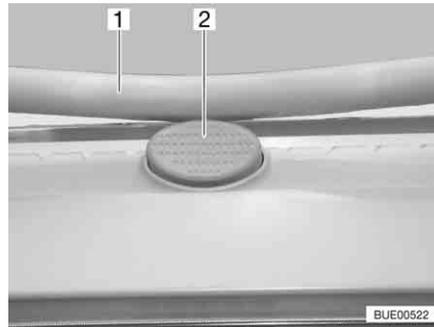

Fig. 110 Botón de seguridad en la claraboya Heki
- Pulsar el botón de seguridad (Fig. 110,2) y tirar la horquilla (Fig. 110,1) hacia abajo con ambas manos.
- Presionar el estribo hacia arriba con ambas manos hasta que la horquilla se encuentre encima del botón de seguridad (Fig. 110,2).